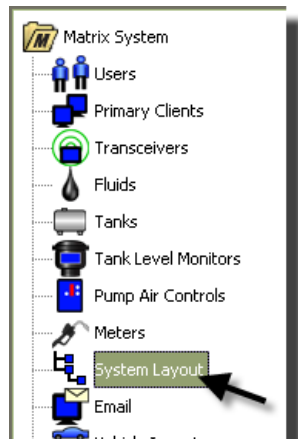

FIG. 123
1. Om het hoofdscherm van de systeemlay-out weer te geven, selecteert u **Systeemlay-out** in de lijst op het Matrix-systeempaneel (FIG. 123). Voor u de Systeemlay-out instelt, moet u eerst tanks (pagina 79) en meters (pagina 92) toevoegen.